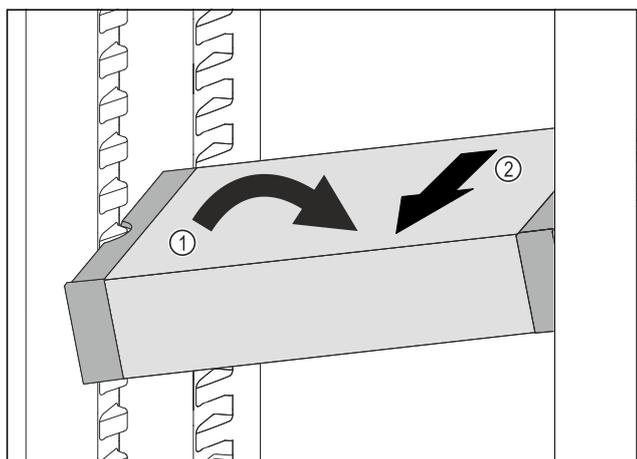

Fig. 106
- VarioSafe postavte v chladničke šikmo. Fig. 106 (1)
- VarioSafe vyberte dopredu. Fig. 106 (2)